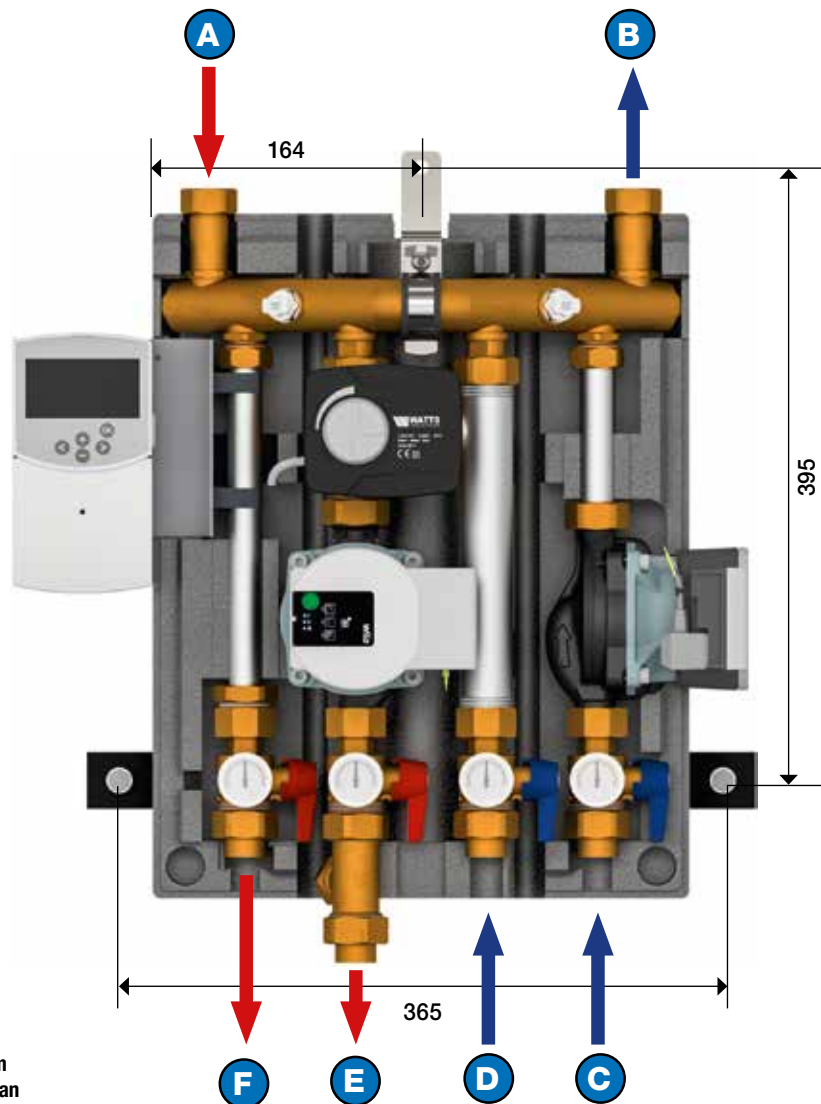

Abb. 3: Bohrungsmaße in mm und Rohranschlussplan
- Zeichnen Sie die Bohrungspunkte für die Montage der Wattmix Regelstation an (siehe Abb. 3 auf Seite 7).
- Schließen Sie die Vor- und Rücklaufleitungen (Pos. A-F) an die Wattmix Regelstation an (siehe Abb. 3).
- Schließen Sie die Kugelhähne der Vor- und Rücklaufleitungen (siehe Abb. 3 auf Seite 7).
- Öffnen Sie langsam die Kugelhähne der Vor- und Rücklaufleitungen (siehe Abb. 3 auf Seite 7).